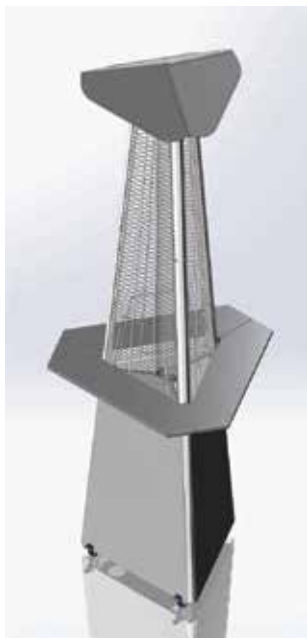

Рис. 22
- установите на места боковые и главную крышки. Затяните винты, фиксирующие боковые крышки. Сборка завершена (Рис. 22)